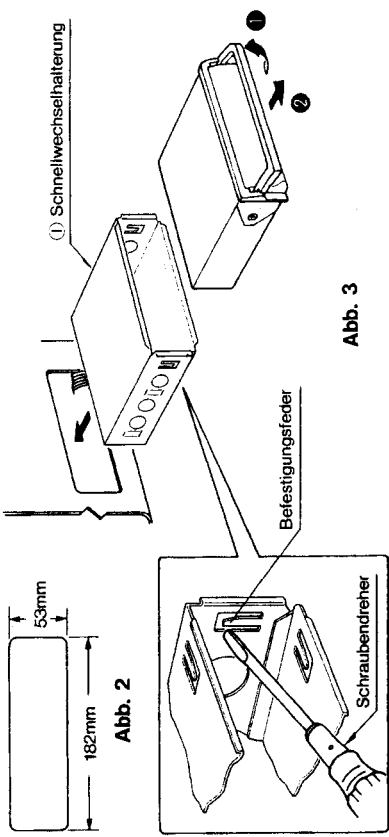

Abb. 3
3. Den Tragegriff nach oben klappen. (Abb. 3, ①).
4. Das Gerät am Tragegriff aus seiner Halterung ziehen. (Abb. 3, ②).
1. Die Schnellwechselhalterung in das Armaturenbrett einsetzen und die Befestigungsschrauben mit einem Schraubendreher wie in Abb. 3 gezeigt entsprechend biegen.
- Außerdem die elektrischen Verbindungen anhand der folgenden Einbauanweisungen überprüfen. Die Schnellwechselhalterung wie in Abb. 3 gezeigt am Armaturenbrett befestigen.